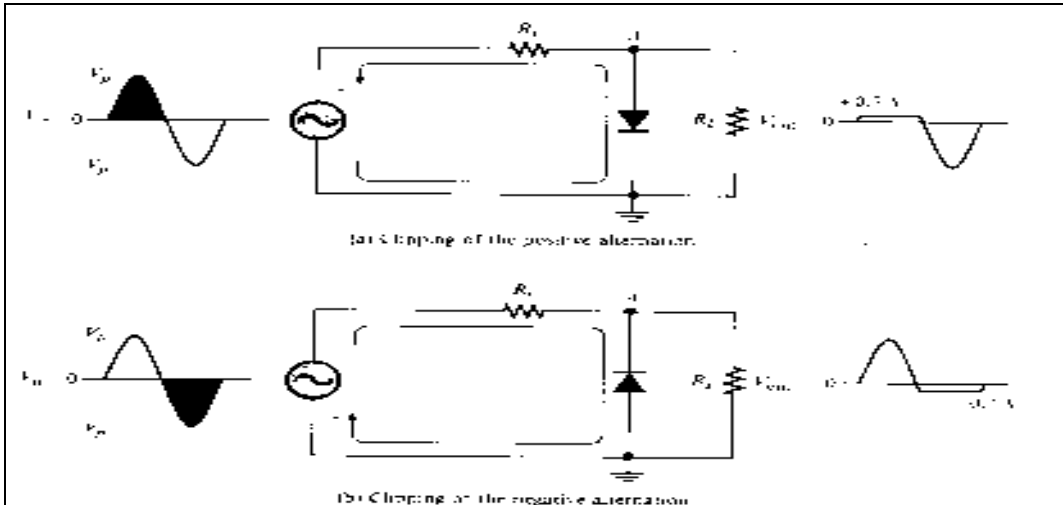

Figura 3: Retificação de meia-onda, a onda senoidal é aplicada no circuito e o resultado é mostrado na figura.
2. No circuito da figura 3 observe e registre V_R (tensão no resistor) e V_D (tensão do diodo) em função do tempo.